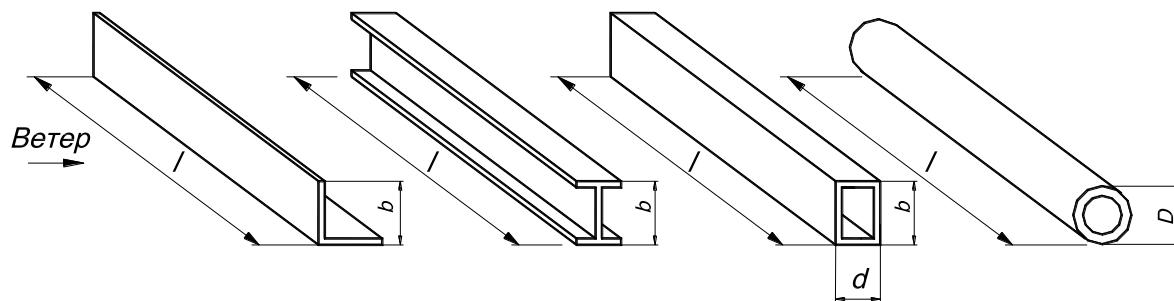

Рисунок 1
- фактическая подветренная площадь груза (например, бетонный элемент конструкции высотой $b = 2$ м и длиной $l = 10$ м (Рисунок 1)) $A_{\text{факт}} = 20$ м²;